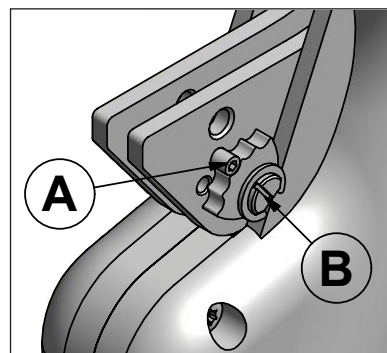

Bild 15
### Einstellen der Crimphöhe (Bild 15)
Das Einstellen der Crimphöhe darf nur durchgeführt werden, wenn das Gerät vollständig geöffnet (d.h. in unterer Endstellung, Bild 15) und der Akku gezogen ist. Das Gerät niemals mit ungesicherter Stellscheibe (z.B. fehlende Schraube (A), Bild 15) betreiben!